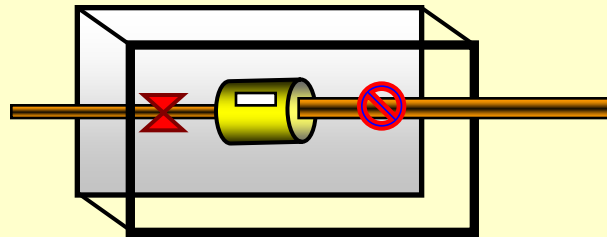

Figura 2
- Los medidores de gas deben instalarse en una cajilla ventilada (con malla), aislado y bajo llave que permita realizar la lectura sin llegar a manipularlos, este sistema permite restringir su uso únicamente al personal autorizado por la respectiva empresa. Ver figura 2.